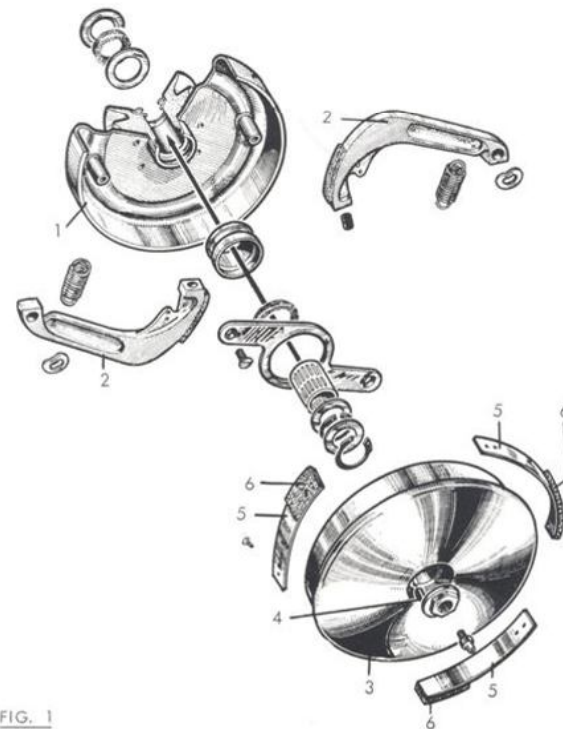

FIG. 1
BEKNOPTTE BESCHRIJVING VAN DE WERKING DER AUTOMATISCHE MOBY-KOPPELING. (zie fig 1)
Demontage Moby-koppeling (zie fig. 1):
- * Met behulp van de noktrekker 24 x 1 (9.004.01) de binnenkoppelingstrommel (3) afnemen (op vitring en spie letten).
- * Nu kan koppelingshuis (1) met kooilager afgenomen worden.
- * Bij verwisseling van vlieggewichten (2), goed op de juiste volgorde der vulringen en veerschotels letten (zie fig. 1), hiervoor 2 of 4 verzonken schroeven losdraaien, maar niet forceren. Als de schroeven erg vastzitten, kan men het beste de S-plaat in het midden doorknippen. Door licht hieraan te buigen, kunnen de schroeven er gemakkelijk uitgedraaid worden. De vlieggewichten (2) altijd per stel, met veren, S-plaat en verzonken schroeven vernieuwen. Ook de seegerringen geen tweede keer gebruiken.